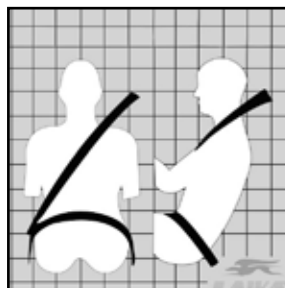

Figure 1 - Ceinture à 3 points
- Suivre l'exemple des figures 1 et 2 pour bien porter les ceintures de sécurité.